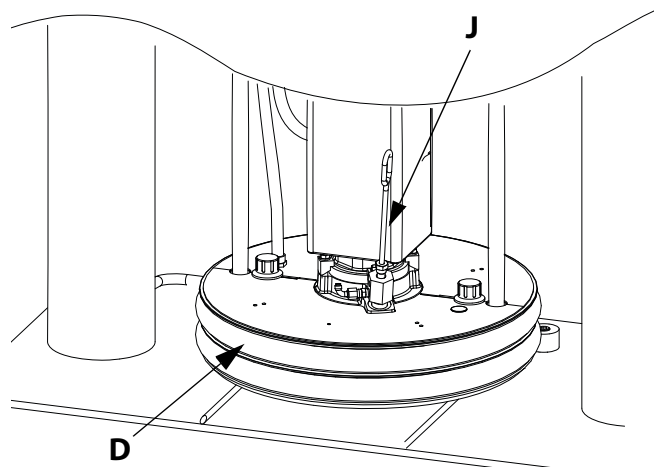

Рис. 17. Нагревательная опорная емкость
3. Нанесите консистентную смазку, совместимую с прокачиваемой жидкостью, на уплотнения опорной емкости (D).
5. Поместите полную бочку жидкости на основание плунжера, сдвиньте ее назад до упора и разместите по центру под опорной емкостью (D). Доступен вспомогательный комплект колес бочки для облегчения ее погрузки на основание. Закажите комплект 255627.
6. Удалите сливную пробку из сливного отверстия опорной емкости (J). См. Рис. 17.